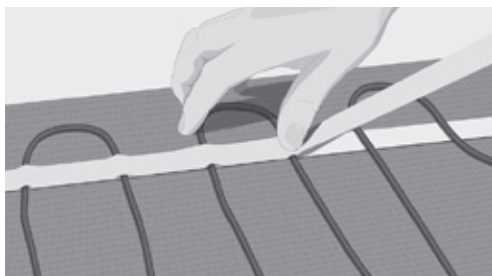

Bild 8. Låsa kabeln med maskeringstejp
11. Fäst kabeln med maskeringstejp ovanpå kabeln och dubbelhäftande tejp. Tryck på tejpens ordentligt på kabeln för att förhindra att lufthål bildas under inbäddningsproceduren (bild 8).